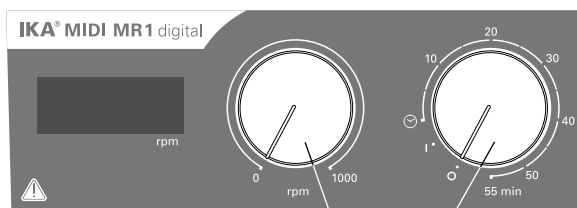

Fig. 3
- ☞ Seadme käivitamiseks keerake pöördenuppu „**Sisse/Välja**“ ja nupp „**Taimer**“ (**B**, vt Fig. 3) päripäeva asendisse „**1**“.
- ☞ Sisestage mootori pöörete arv reguleerimisnupuga „**Pöörete arv**“ (**C**, vt Fig. 3). Pöörete arv on seadistatav vahemikus 0 kuni 1000 rpm **MIDI MR 1 digital** i ja 0 kuni 600 rpm **MAXI MR1 digital** i jaoks.